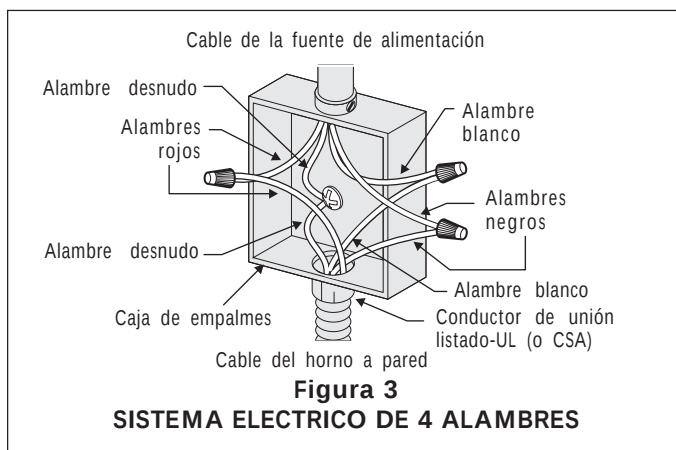

Figura 3
⚠ ADVERTENCIA El marco esta aterrizado a través del cable neutro. Si es usado el electrodoméstico en una casa movil (1996 NEC), vehiculos recreativos, o donde las leyes locales no permitir aterrizar a través del cable neutro vea figura 3.
2. Si este horno se va a usar en una casa sobre ruedas o si los códigos locales NO permiten que el armazón este conectado al neutro (blanco) de la toma a tierra, separe el alambre blanco y el de toma a tierra pelado que salen del final del cable de suministro de energía al electrodoméstico. Conecte el alambre blanco del cable de suministro de energía al alambre blanco neutro en la caja de empalme. Conecte el alambre negro y el alambre rojo del cable de suministro de energía, emparejando los colores con los alambres correspondientes en la caja de empalme. El alambre pelado debe de usarse ahora para la toma a tierra del electrodoméstico de acuerdo con los códigos eléctricos locales. Conecte el alambre de cobre pelado de toma a tierra al alambre de toma a tierra en el panel de servicio. NO conecte la toma a tierra a una tubería de suministro de gas. NO conecte el suministro de energía eléctrica hasta que el electrodomestico tenga su toma a tierra instalada permanentemente. Conecte el alambre de toma a tierra antes de enchufar por primera vez el electrodoméstico (figura 3).